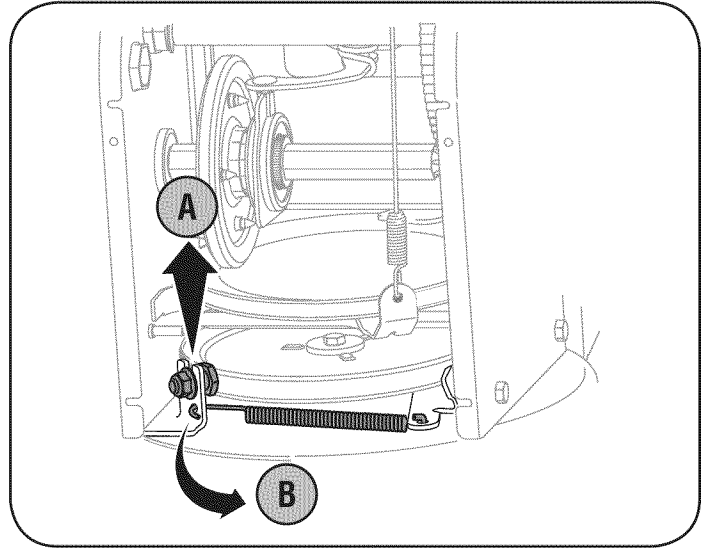

Figura 26
6. A. Afloje y retire el tornillo con reborde que actúa como guarda de la correa. Vea la figura 26.